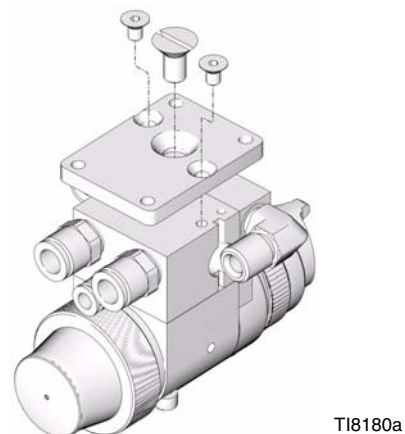

FIG. 7: Montaje con placa adaptadora para retroinstalaciones
1. Monte la placa adaptadora en el colector utilizando los tres tornillos suministrados con el kit (FIG. 7).